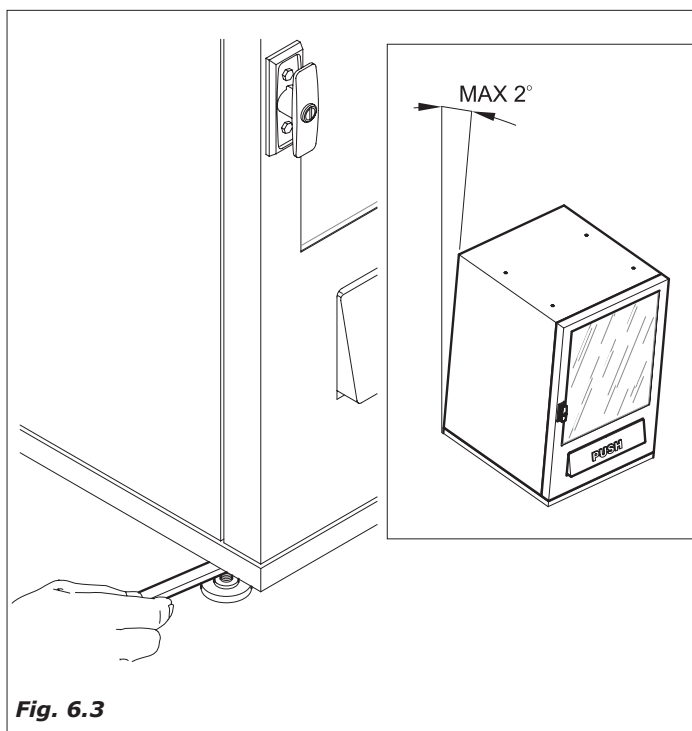

Fig. 6.3
- Posicionar o distribuidor, prestando atenção ao nivelamento regulando os pezinhos já montados sobre o móvel (Fig.6.3). Verificar que o distribuidor não tenha uma inclinação superior aos 2°.